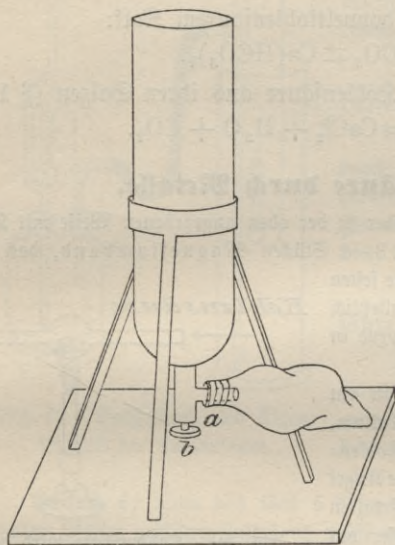

Fig. 51. Erzeugung fester Kohlenensäure aus flüssiger.
**\* Versuch 2** (Fig. 51): Wenn eine mit flüssiger Kohlenensäure gefüllte Bombe